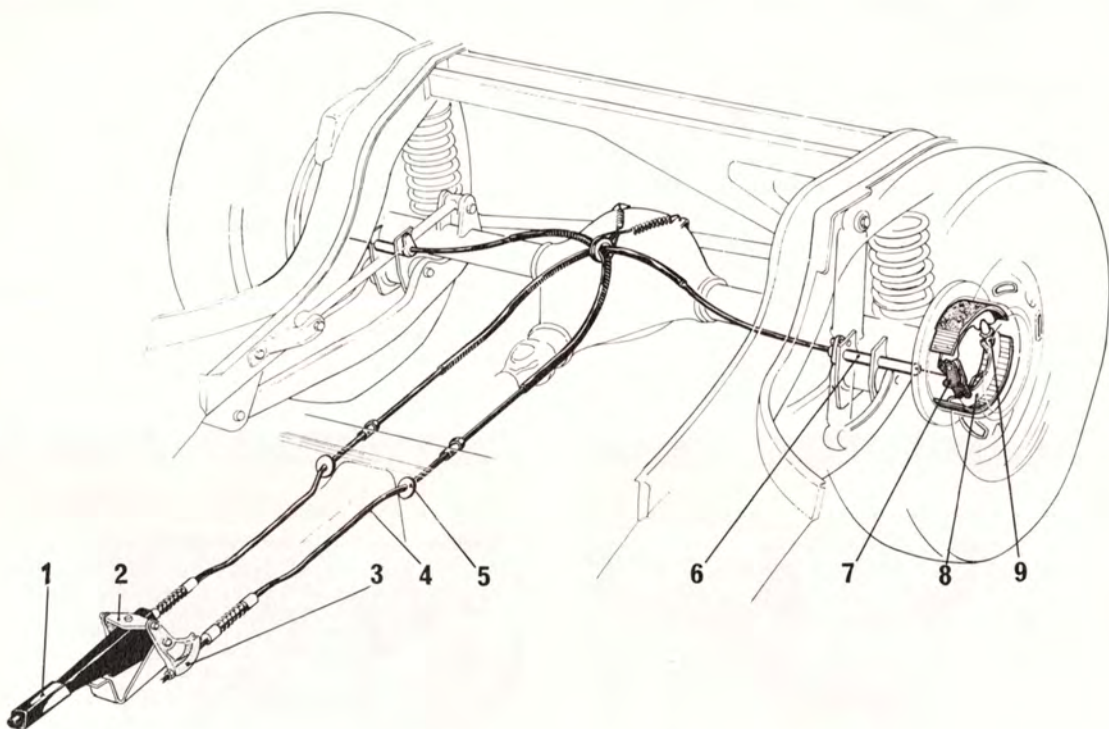

Bild 5–14 Parkeringsbroms
Parkeringsbromsens konstruktion framgår av bild 5–14. Manöverspaken (1), som är placerad mellan framstolarna, påverkar via ett ok (2) två hävarmar (3). Från hävarmarna leder två vajrar (4) till bakhjulsbromsarna. De båda vajrarna är lagda parallellt med kardantunneln inne i vagnen och går ut under golvet